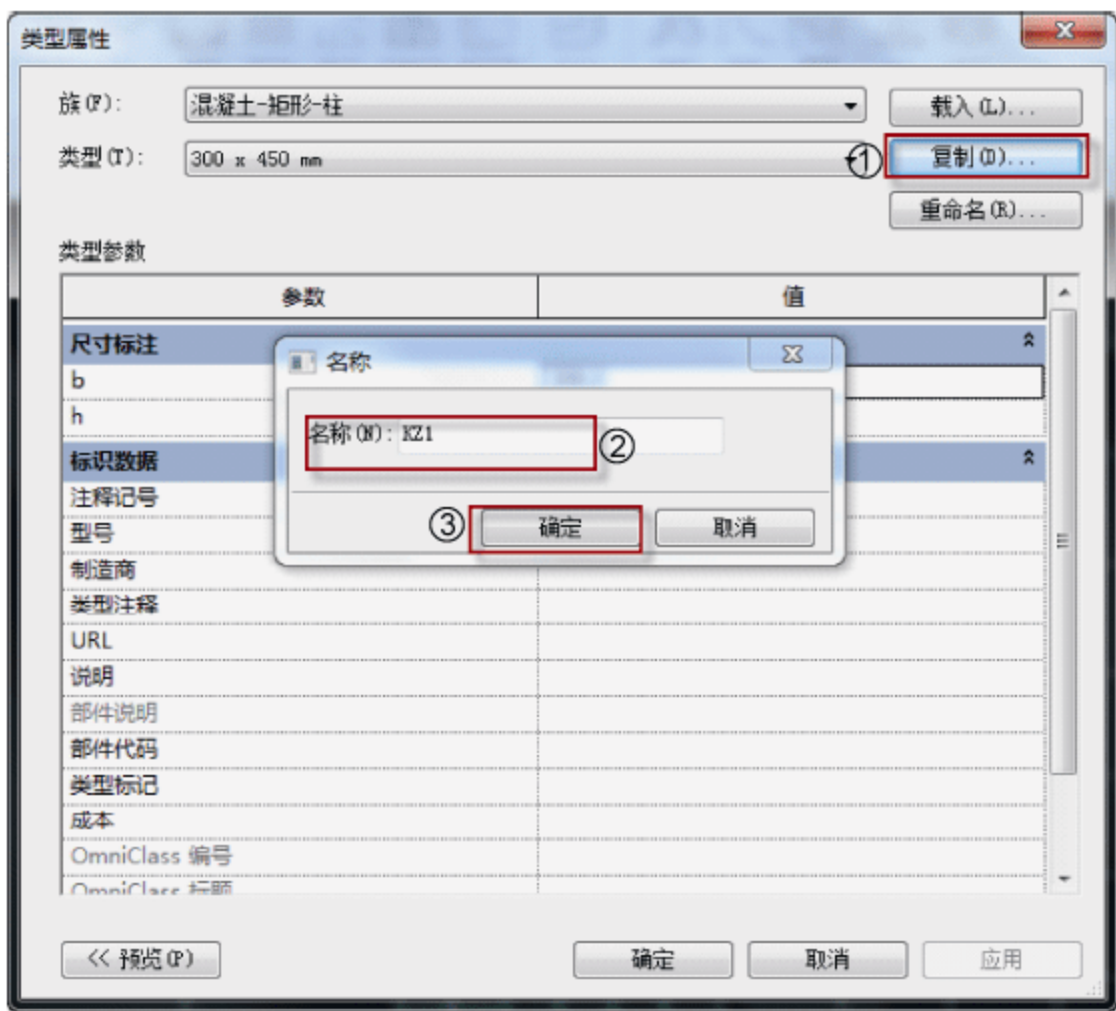
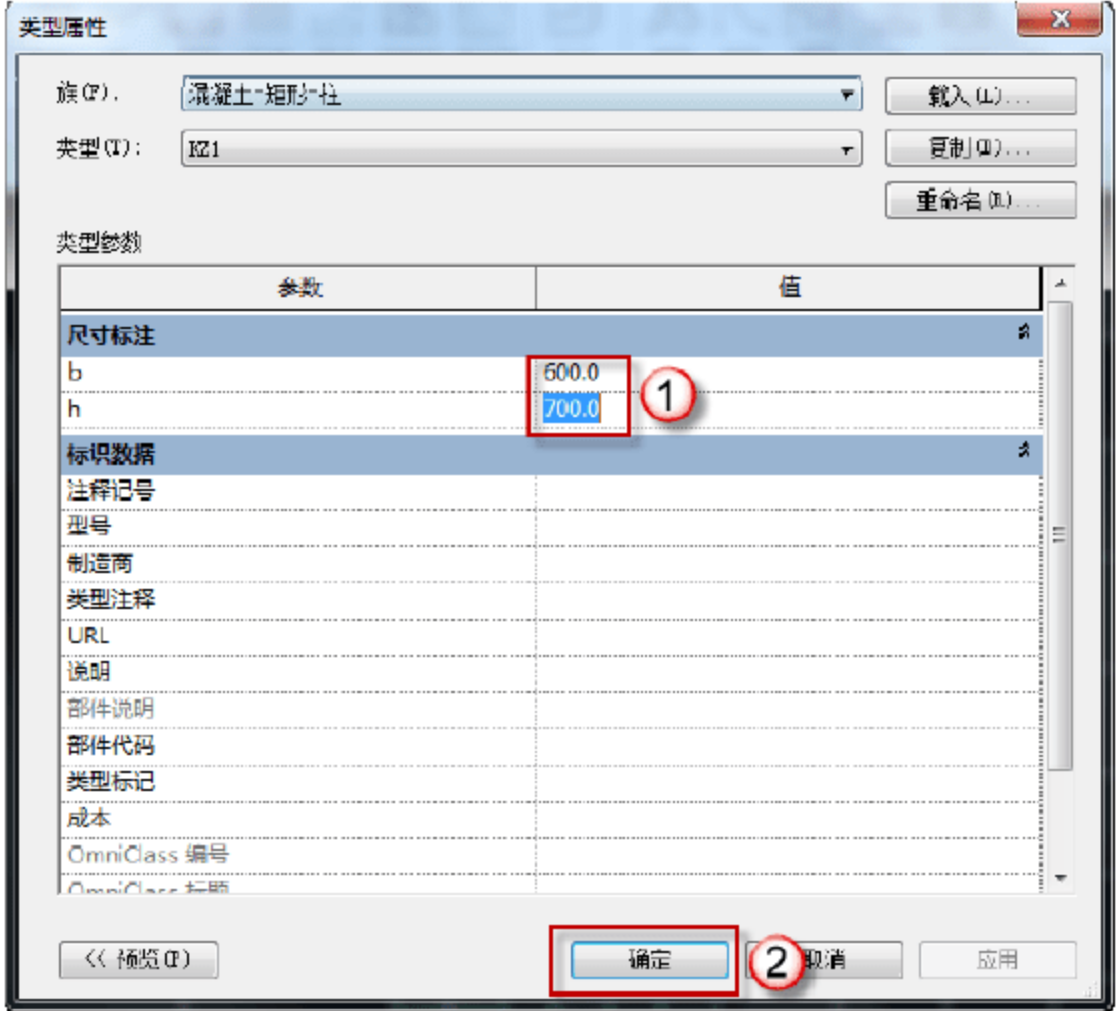

图 3.1.7 输入 KZ1 名称
图 3.1.8 输入 KZ1 截面尺寸
(5) 建立框架柱 KZ1 信息库。选择“结构”→“柱”→“编辑类型”命令，在弹出的“类型属性”对话框中，单击“复制”按钮，在弹出的对话框中输入 KZ1 字样，单击“确定”按钮。在“尺寸标注”栏中输入 b、h 的尺寸，单击“确定”按钮，如图 3.1.7 和图 3.1.8 所示。